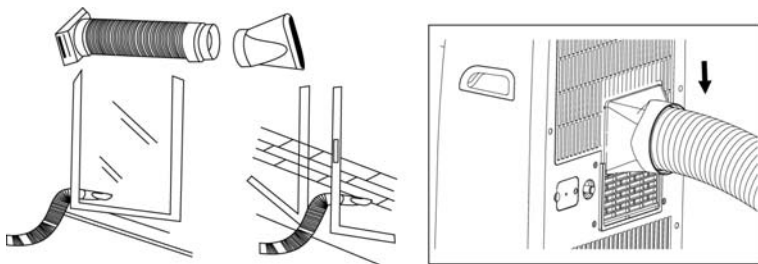

Рис. 7
1. Подсоедините один конец шланга к отверстию кондиционера, предназначенному для выброса воздуха. Надавив на шланг вниз, убедитесь, что он надежно закреплен (см. рис. 7)
1. Подсоедините один конец шланга к отверстию кондиционера, предназначенному для выброса воздуха. Надавив на шланг в указанном стрелкой направлении, убедитесь, что он надежно закреплен (см. рис. 7).